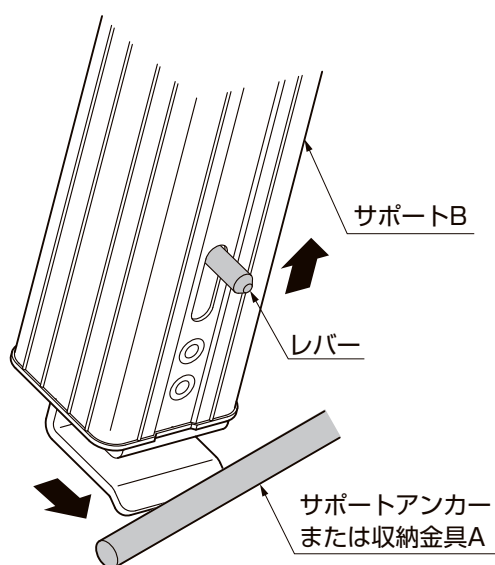

図6-4
- ③サポートの長さを調節して、サポートB下部のレバーを上げながらサポートのアンカーまたは下側の収納金具Aに引掛けてレバーを離してください。(図6-4参照)